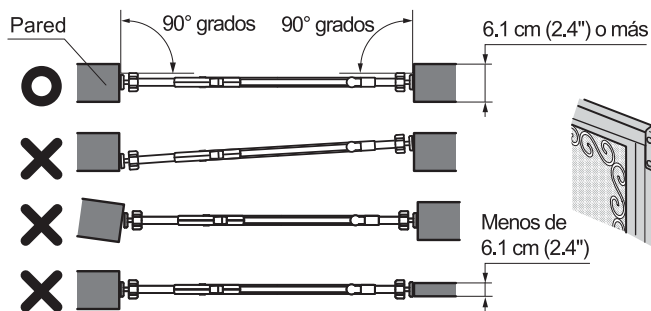
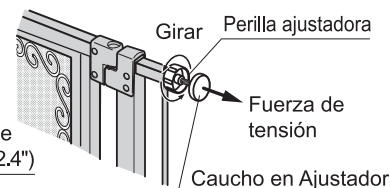

Figura 2
Figura 3
- Alinee el producto en ángulo de 90° con respecto a la pared y los Pernos Ajustadores superiores e inferiores están en línea recta al mirarlos desde arriba. (vea el paso Figura 2)
- 1 Determine la dirección deseada de apertura de la puerta. Coloque el producto contra la pared en ángulo de 90° según se muestra en la Figura 2. Apriete cada Perilla Ajustadora superior hasta que su pieza de caucho haga contacto con la superficie de pared según se muestra en la Figura 3.